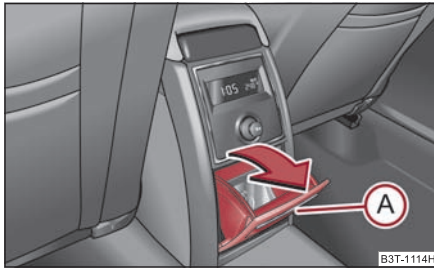

Fig. 117 Consola centrală spate: Compartimentul de depozitare
- Deschideți compartimentul trăgând de mânerul (A), în sensul indicat de săgeată ⇒ fig. 117.